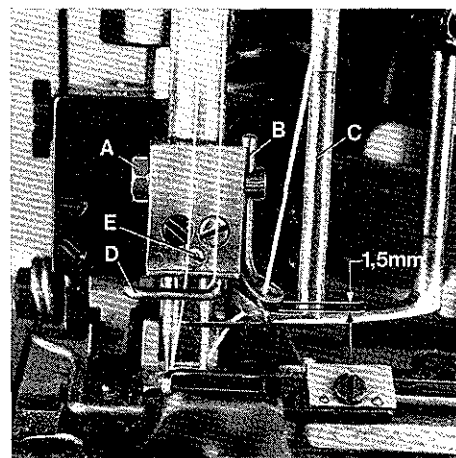

Fig. 44
Rotate pulley until the needle bar is at the bottom of its stroke. Loosen nut (A, Fig. 44) and set the movable spreader thread guide (B) on needle holder to the distance of approx. 1,5 mm (1/16 in.) between spreader thread guide (C) and movable spreader thread guide (B). The eye of guide (B) should be positioned directly above the front end of the thread guide slot in the spreader thread guide (C) (see Fig. 44). Retighten nut (A).
Drehen Sie am Handrad bis die Nadelstange in ihrer untersten Stellung ist. Lösen Sie die Mutter (A, Fig. 44) und stellen Sie die bewegliche Legfadeführung (B) am Nadelhalter so, daß zwischen der Legfadeführung (C) und der beweglichen Legfadeführung (B) ein Abstand von etwa 1,5 mm ist und die Ose der Führung (B) direkt über dem vorderen Ende des Fadeführungsschlitzes der Legfadeführung (C) steht (siehe Fig. 44). Ziehen Sie die Mutter (A) wieder an.
Set the needle holder thread guide (D, Fig.44) as close as possible to the needles without pinching the needle threads. For adjustment loosen screw (E) and set the thread guide as required, make sure that thread guide (D) clears spreader thread guide (C) when the needle bar moves up and down. Retighten screw (E).
Stellen Sie die Fadenführung (D, Fig.44) am Nadelhalter so dicht wie möglich zu den Nadeln, ohne daß die Nadelfäden eingeklemmt werden. Nach Lösen der Schraube (E) kann die Fadenführung entsprechend gestellt werden, beachten Sie, daß die Fadenführung (D) nicht an der Legfadeführung (C) anschlägt, wenn die Nadelstange auf und ab geht. Ziehen Sie die Schraube (E) wieder an.